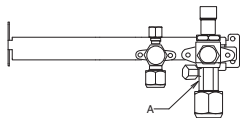

Abb. 7-7
- Zum Lösen und Anziehen der Gasleitungsüberwurfmutter zwei verstellbare Schraubenschlüssel zusammen verwenden: einen an der Gasleitungsüberwurfmutter, den anderen an Teil A. (Abb. 7-7)